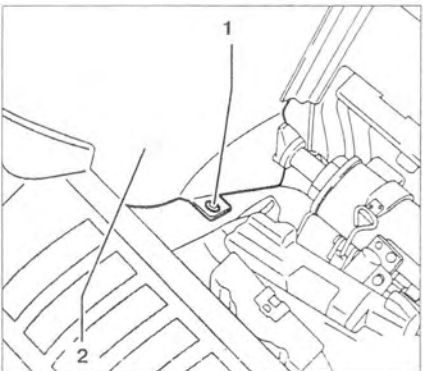

Рис. 10.43. Выкрутите винт **1** из центральной консоли **2**.
25. Выкрутите винт **1** из центральной консоли **2** (рис. 10.43).